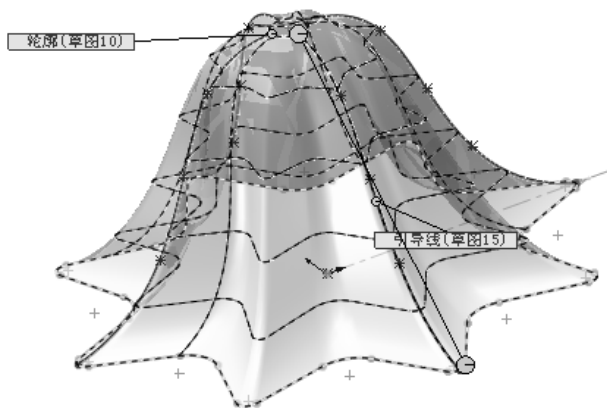
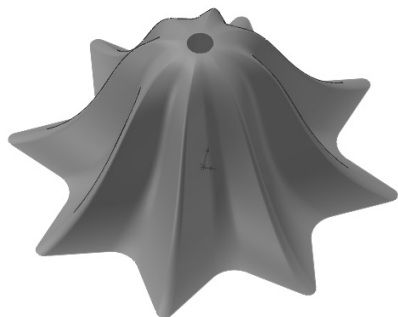

图 9-36 “曲面-放样”属性管理器
图 9-37 放样曲面
19) 放样曲面。选择“插入”→“曲面”→“放样曲面”菜单命令, 或者单击“曲面”控制面板中的 (放样曲面) 按钮, 或者单击“曲面”控制面板中的“放样曲面”按钮, 系统弹出图 9-36 所示的“曲面-放样”属性管理器。选择“草图 1”和“草图 5”为轮廓, 选择 4 条样条曲线为引导线, 单击属性管理器中的 (确定) 按钮, 结果如图 9-37 所示。